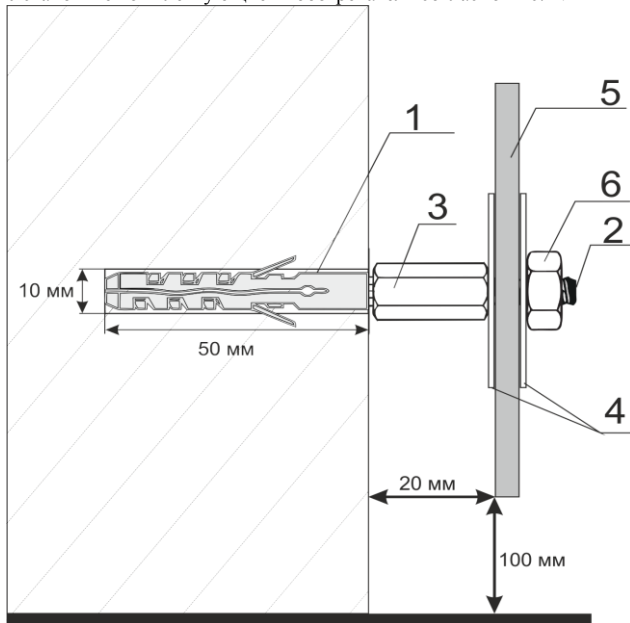

Рис. 2. Монтаж обогревателя
7.1.2. Установите комплектующие и обогреватель согласно Рис. 2.